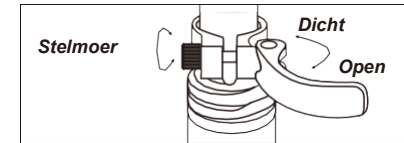

Fig.8 Snelsluiting openen en afstellen
5) Ontgrendel de hendel van de snelsluiting van de zadelpen (Fig. 8). Plaats de zadelpen zover in de zadelbuis dat de minimaanduiding niet meer is te zien.